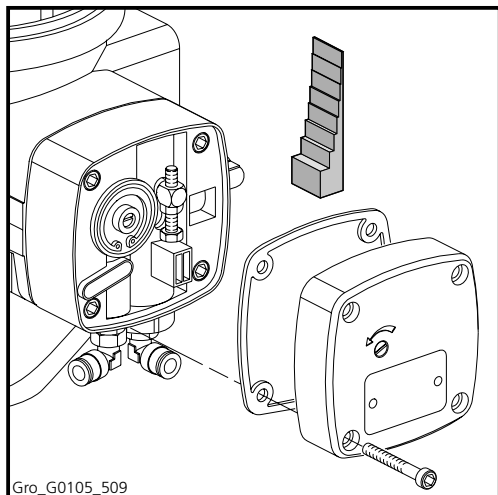

Abbildung 5.10 Lehre
2. Entfernen Sie den Deckel (achten Sie auf die Dichtung) und nehmen Sie die Lehre aus dem Deckel (Abbildung 5.10).